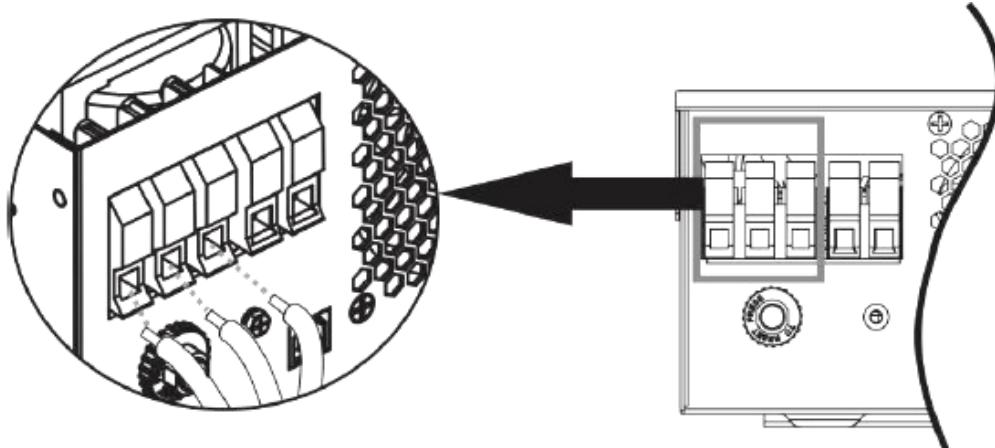

Рисунок 5.6 – Подключение проводов входа переменного тока к инвертору.
**Шаг 3.** Вставьте провода входа переменного тока, соблюдая полярность, указанную на клеммной колодке, и затяните винты клемм (рисунок 5.6). Сначала присоедините провод защитного заземления «PE» .